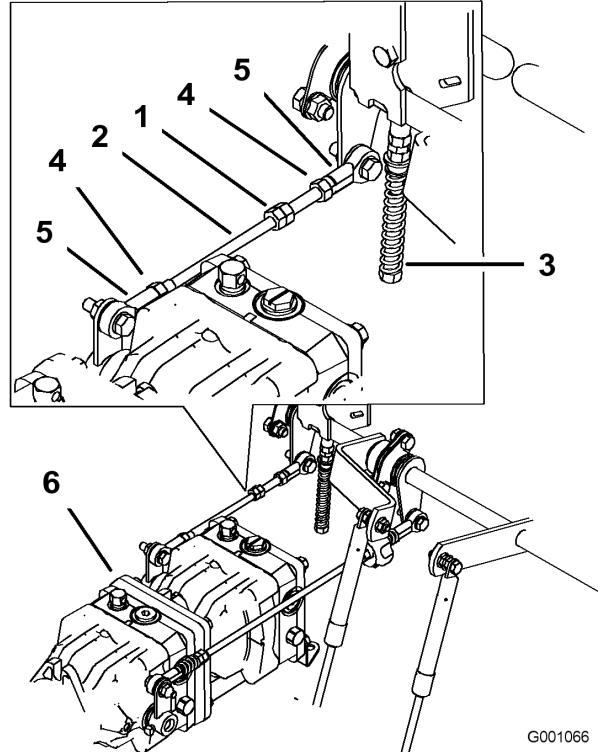

Figura 69
6. Apriete las contratuerca de las articulaciones esféricas (Figura 69).
1. Afloje las contratuerca de la articulación esférica de la varilla de control de la bomba (Figura 69).
3. Ajuste la longitud de la varilla de la bomba girando las tuercas dobles de la varilla, en el sentido apropiado, hasta que la rueda quede estacionaria o se mueva muy lentamente en marcha atrás (Figura 69).